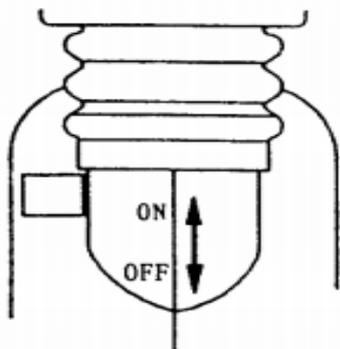
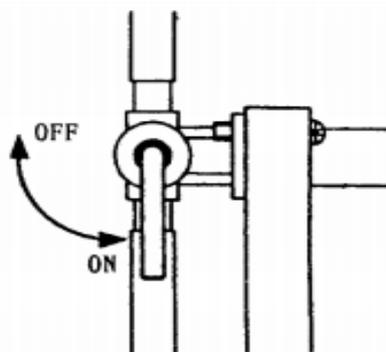

Fig. 5
Fig. 6
2) Заполнение распыляемого состава: перед наполнением распыляемого состава, сделайте пробное распыление чистой водой, чтобы проверить на наличие утечек. Медленно залейте состав. Не наливайте состав до самого края. Используемые вещества должны быть профильтрованы, чтобы избежать засорения наконечника сопла. После заполнения бак должен быть плотно закрыт крышкой. Используемый раствор должен быть очищен и профильтрован. Во время заполнения зарядный клапан должен быть закрыт. (см. рис. 5). По окончании заправки поверните крышку бака и откройте клапан.
3) Опрыскивание: Откройте клапан (рис. 5), запустите двигатель, отрегулируйте поддерживайте обороты двигателя на скорости около 5000 об/мин. Откройте кран подачи жидкости (рис.6).